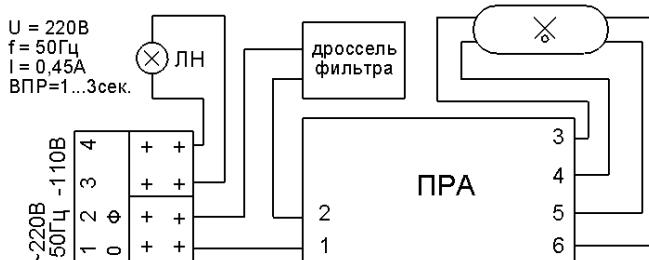

Рис. 2
7.4 Отвернуть 2 винта, открыть или снять панель. Подключить питающие провода к клеммным колодкам на панели, согласно схеме (Рис.2), а заземляющий провод вместе с проводом заземления от панели подключить к винту заземления на корпусе. Установить панель и закрепить двумя винтами.